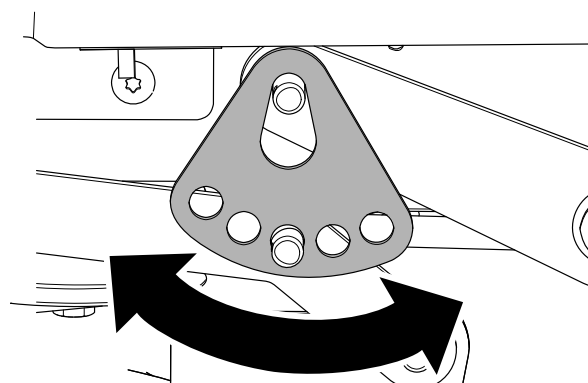

Figura 62
7. Gire la placa de ajuste de la altura de corte a otro orificio para que apoye el peso de la carcasa de corte después de instalar la placa (Figura 62).
8. Instale la arandela y la chaveta (Figura 62).